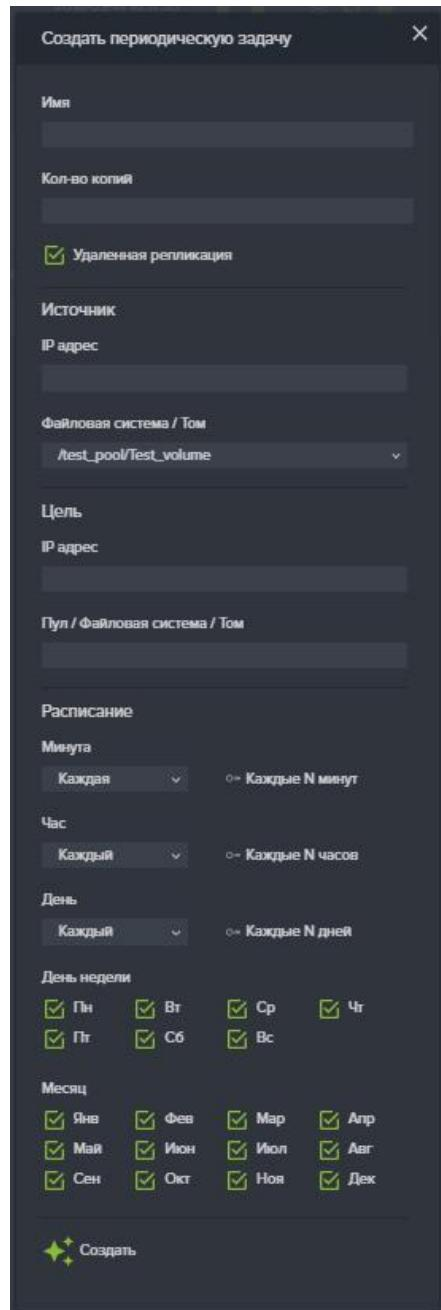

Рисунок 90 – Расписание периодической задачи репликации
2. Нажмите на кнопку **«Создать новую задачу»**, откроется окно создания задач (см. Рисунок 90).